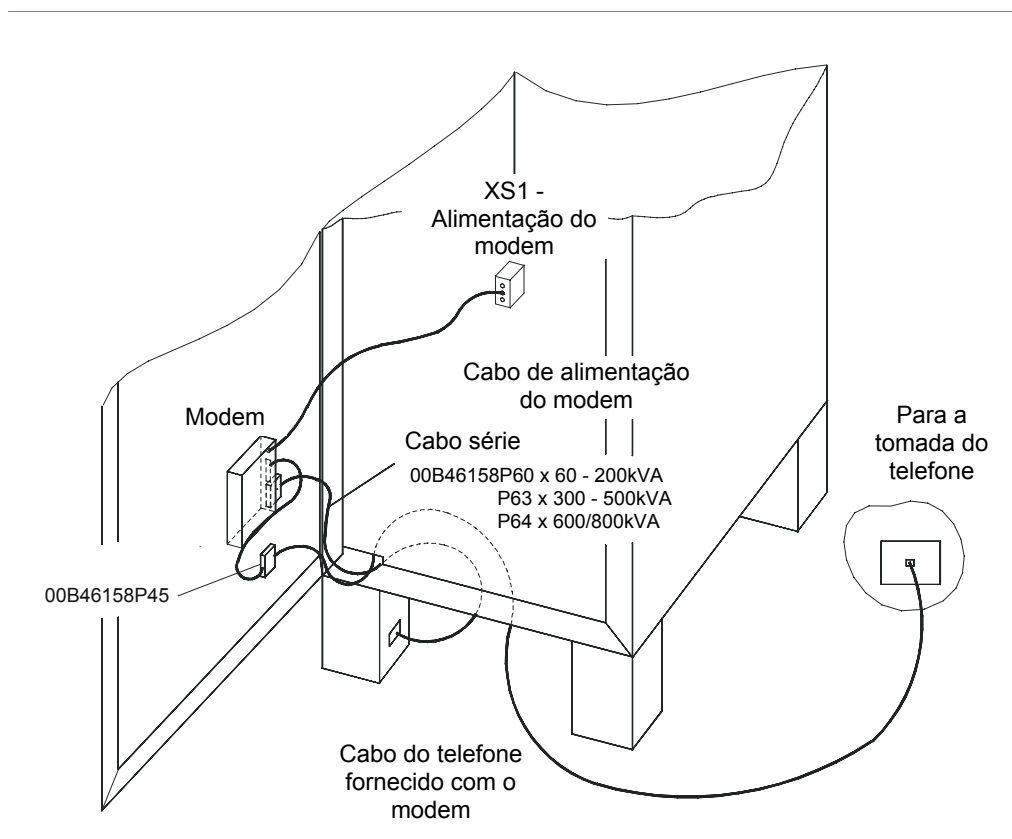
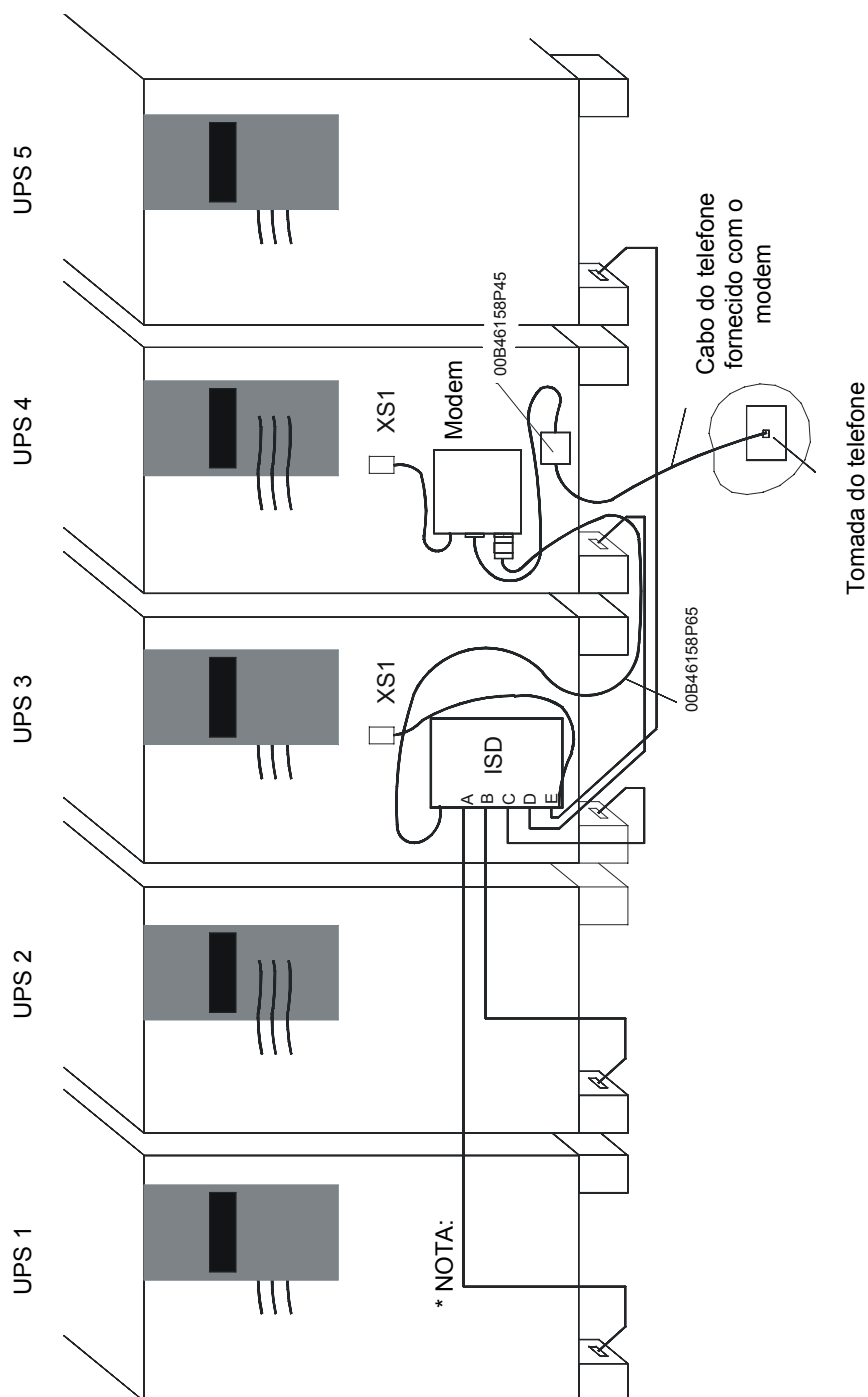

Fig. 55 – Ligação ao modem – UPS simples
Fig. 56 – Ligação ao modem – Até a 5 UPS's
*o modem está situado numa fenda no interior do painel frontal do UPS (ver Fig. 55); quando o UPS estiver composto por mais de um compartimento, o modem está situado no compartimento de Saída. A estação ISD está montada numa fenda no painel frontal na parte interna do UPS (ver Fig. 56).*
- Introduzir o adaptador 00B46158P45 na tomada de telefone do modem (ver Fig. 55).
- Utilizar um dos cabos 00B46158P60 (5 m), 00B46158P63 (10 m), ou 00B46158P64 (14 m); ligar as portas série RS232 (ver Fig. 54) de cada UPS às portas série “A”, “B”, “C”, “D” e “E” da estação ISD (ver Fig. 56).
- Ligar o modem à porta série “CONC” da estação ISD (ver Fig. 56) usando o cabo 00B46158P65/61.